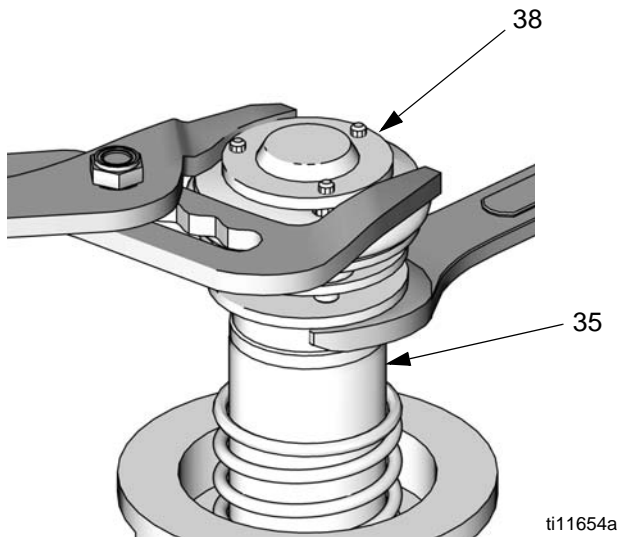
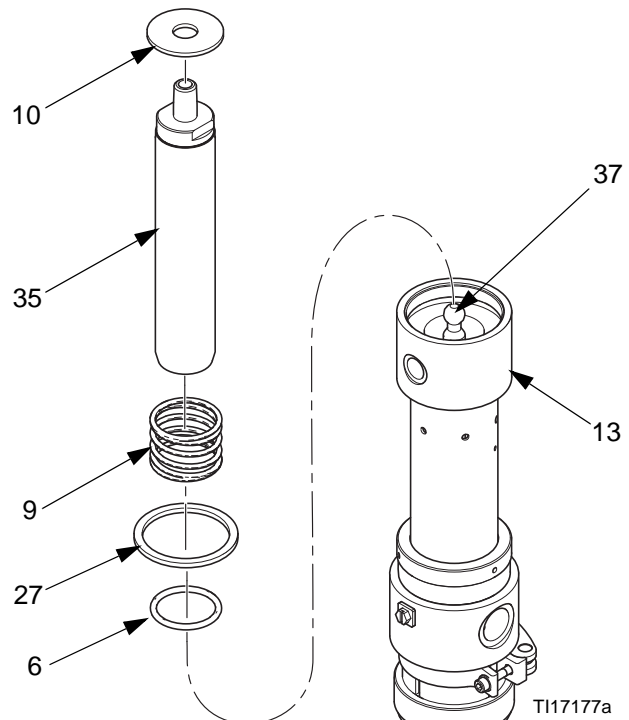

FIG. 11
FIG. 13
3. Verwenden Sie an der oberen Platte des Luftventilkolbens (38) eine Zange und einen Schraubenschlüssel an der Kolbenstange (35), um den Luftventilkolben von der Kolbenstange abzuschrauben. Siehe FIG. 11.
4. Die Scheibe (10), die untere Feder (27) und die Dichtung (9) entfernen. Auf Verschleiß und Beschädigungen untersuchen und nach Bedarf austauschen. Siehe FIG. 13.
1. Den O-Ring (6) wieder einsetzen. Die Kolbenstange (35) wieder mit der Pumpenverbindungsstange (37) verbinden. Siehe FIG. 13.
2. Die Dichtung (11), die Feder (9) und die Scheibe (10) wieder einbauen. Den Kolben (38) wieder zusammensetzen. Auf das Gewinde der Kolbenstange (35) Gewindedichtmittel aufgeben und den Kolben (38) vorsichtig auf die Stange schrauben. Siehe FIG. 11 und FIG. 13.